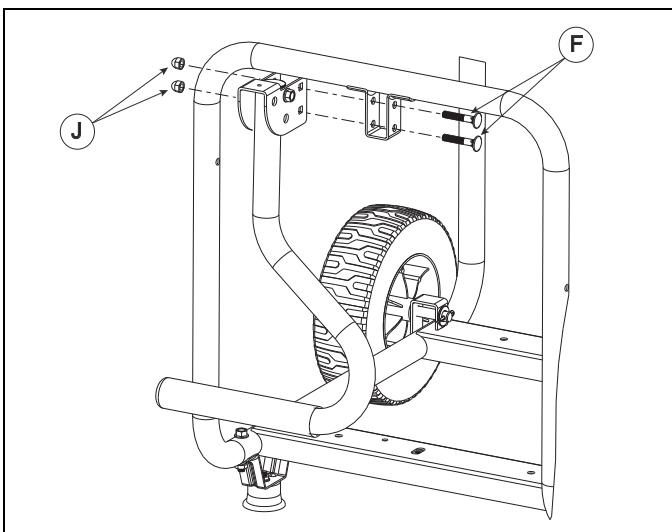

Figure 2-3. Poignée
1. Placez la poignée entre les languettes du cadre, comme illustré (figure 2-3).
2. Faites glisser les boulons M8 (F) à travers les supports et les languettes de la poignée.
3. Placez un écrou (J) sur chaque boulon (F) et serrez fermement à l'aide d'un cliquet et d'une douille de 13 mm.